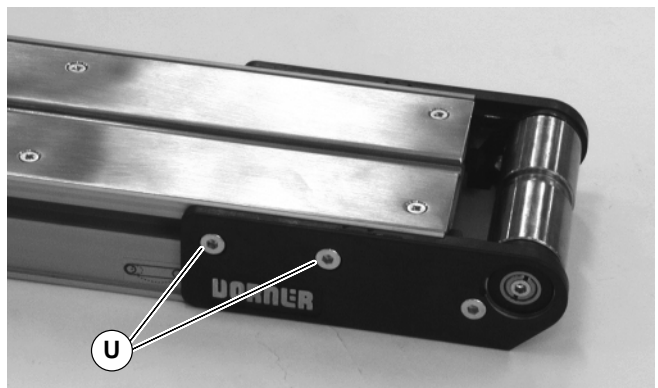

Abbildung 51
2. Die Spannrollenbaugruppe auf dem Förderband installieren. Zu beiden Seiten des Förderbandes die Befestigungsschrauben festziehen (U siehe Abbildung 51).